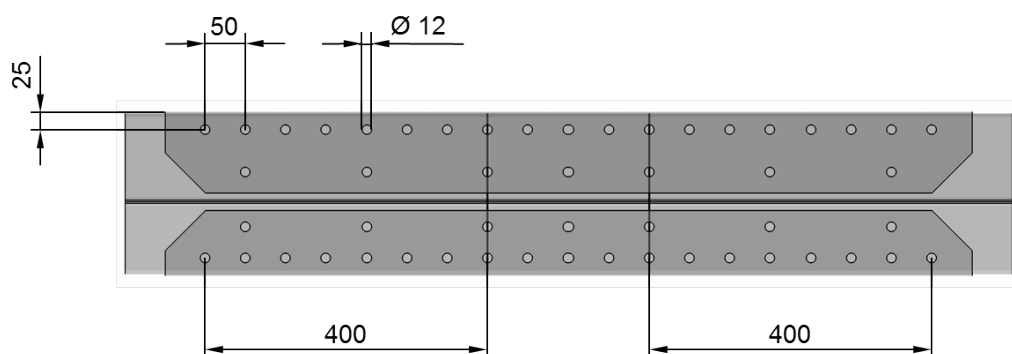

Abb. 4 Abmessungen der Schweißlöcher in den Verbindungslaschen
- Schritt 1: Verlängerungsstück (2) in den Hauptrahmen (1) einsetzen und ringsrum schweißen (4)
- Schritt 2: U-förmige Verbindungslaschen (3) von oben und unten über die Verlängerungsstück stülpen
- Schritt 3: Verbindungslaschen (3) mit dem verlängerten Rahmen im Lochschweißverfahren (5) verschweißen. (Abstände und Abmessung der Schweißlöcher sind in Abb. 4 dargestellt)